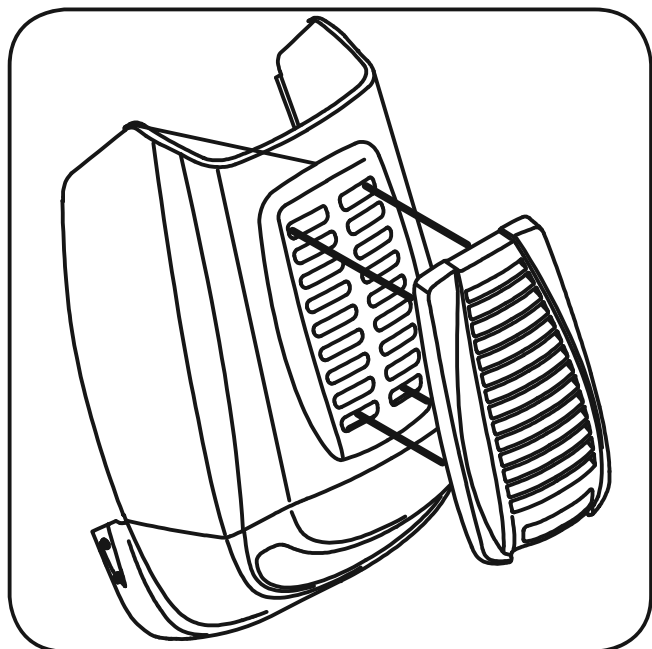

Figura 3-4
3. Alinhe os quatro buracos na proteção com os buracos do capô. Veja a figura 3-4.